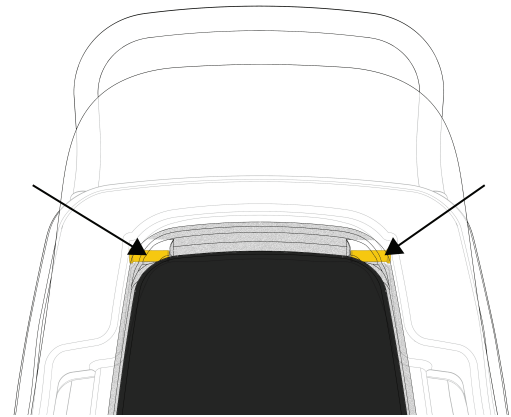

Figure 3 – Broches de retenue
2. Faire glisser le panier sur les deux broches de retenue (Figure 3).